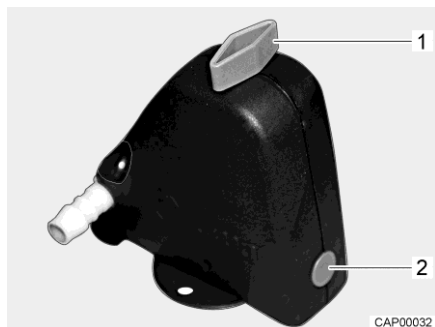
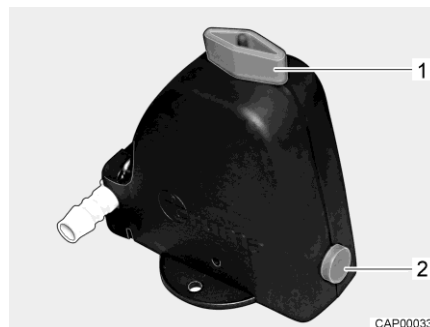

Bild 98 Säkerhets-/avtappningsventil stängd
Bild 99 Säkerhets-/avtappningsventil öppen
- Öppna säkerhets-/avtappningsventil (Bild 98). Vrid vredet (Bild 98,1) mot säkerhets-/avtappningsventilen. Tryckknappen (Bild 98,2) skjuts ut. Den öppna säkerhets-/avtappningsventilen visas i Bild 99.